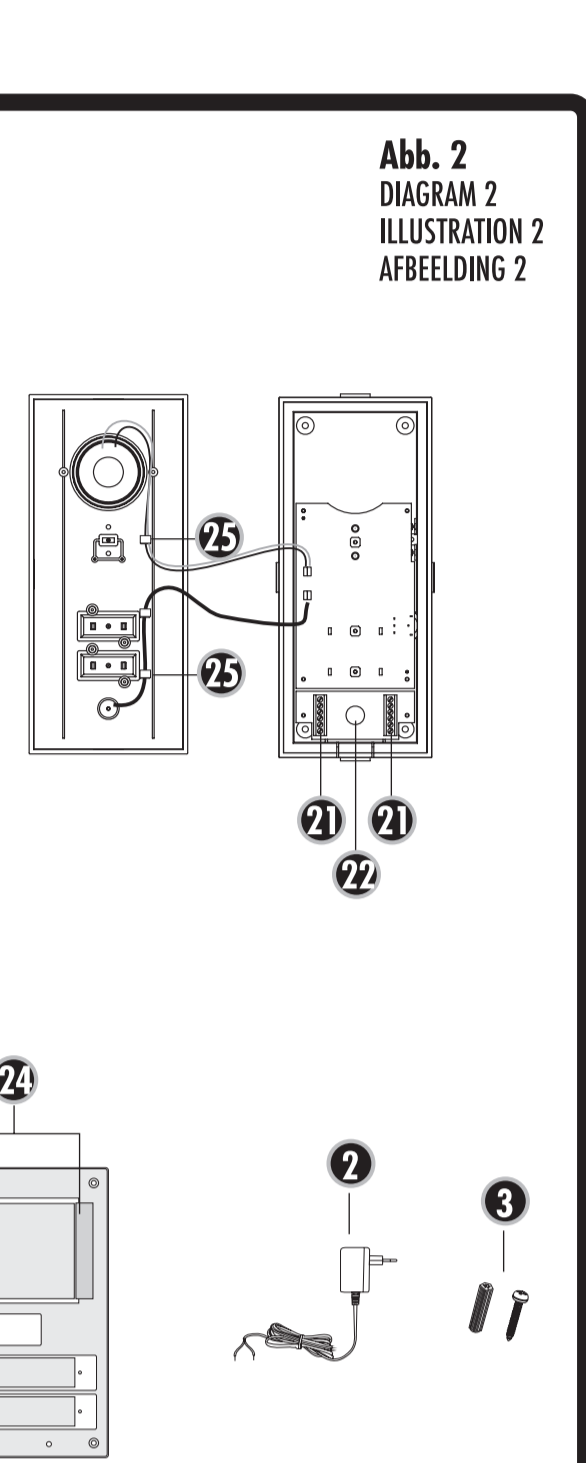

Abb. 2
1. Um das Frontover wieder auf die Außenstation setzen zu können, legen Sie das Lautfeld mit Beschriftung an die korrekte Stelle der Außenstation und fixieren Sie es mit den beigelegten Klebstreifen (24). Siehe dazu Abb. 2.
4. Schieben Sie das Frontover dann vorsichtig über die Außenstation und drehen Sie die beiden Befestigungsschrauben (23) wieder in das Gehäuse.